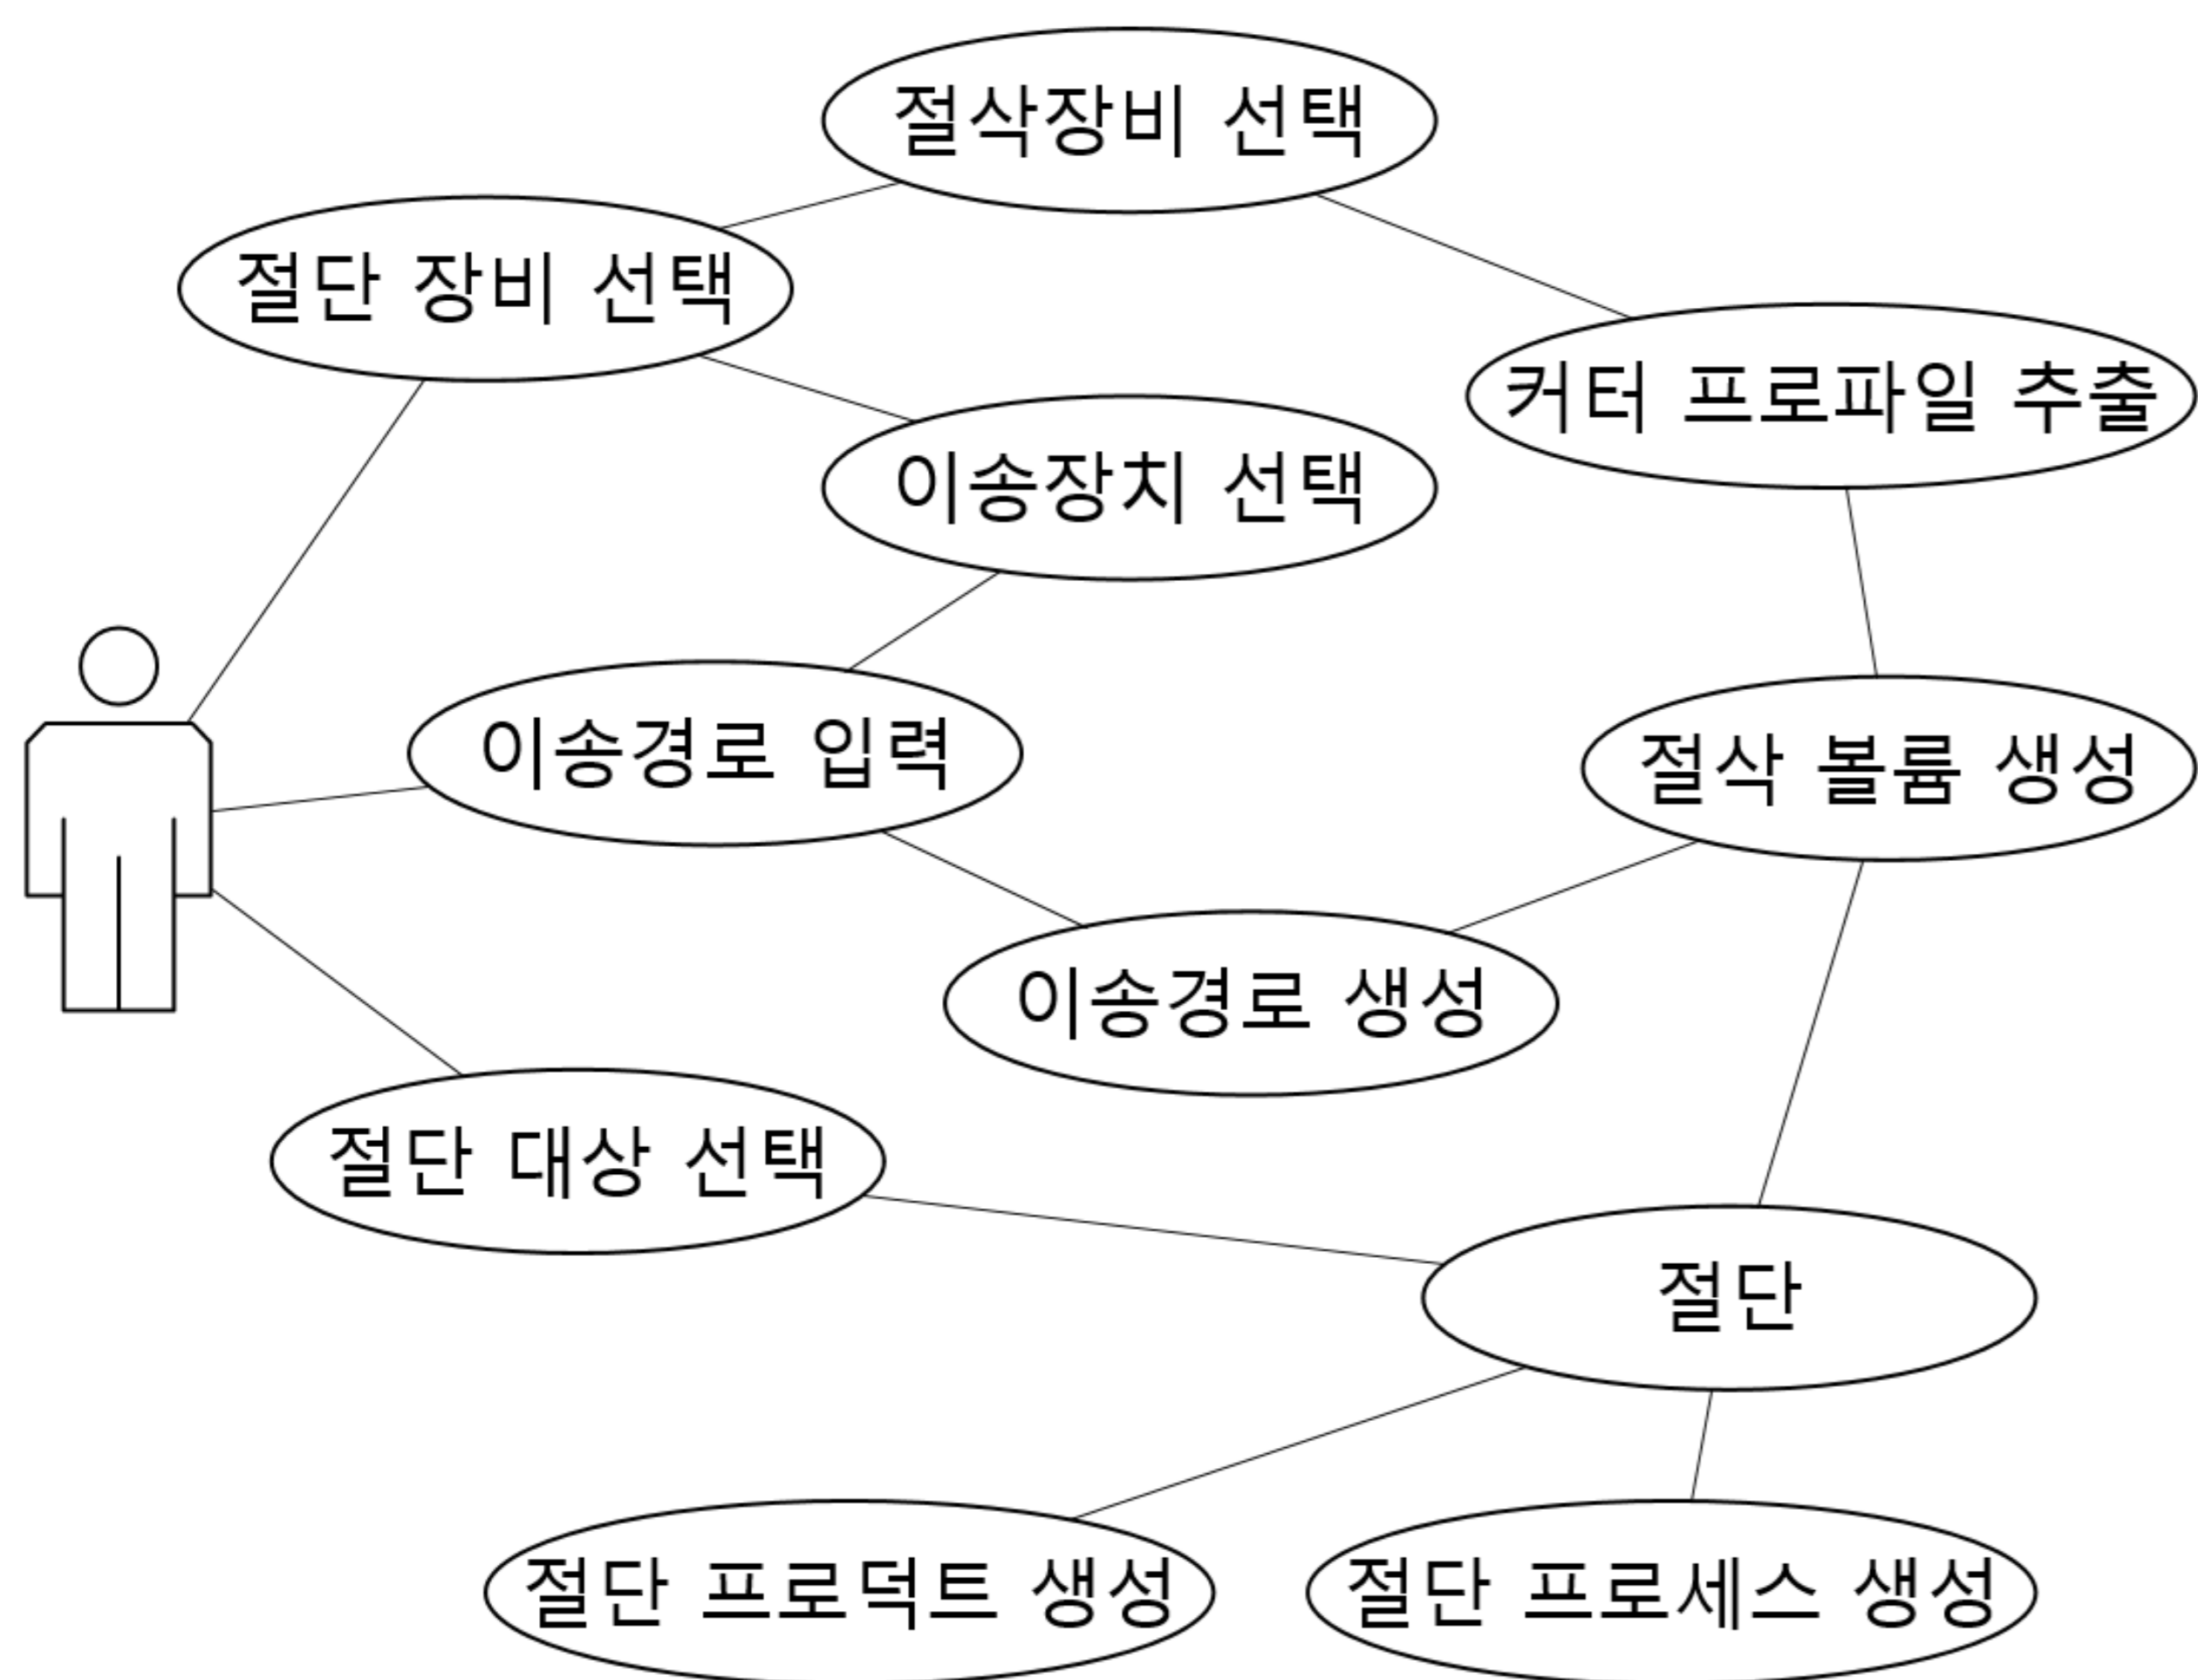

Fig 1. Use case diagram
- 사용 사례를 기반으로 필요한 데이터 및 함수 정의(Fig. 1.)
- Fig. 1. 에서 사용자와 상호작용을 하게되는 기능은 절단 장비 선택과 절단 대상 선택 기능임을 알 수 있음